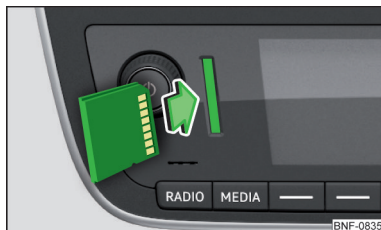

Fig. 104
- **Introduzir** o cartão SD na ranhura no sentido da seta, com o canto cortado em primeiro e virado para cima até este «encaixar» » Fig. 104.